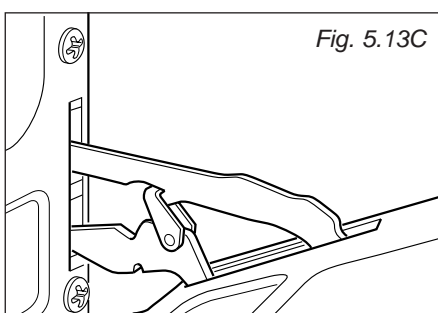

Fig. 5.13C
- Cierre suavemente la puerta y retire los pernos de la bisagra inferior de su alojamiento (fig. 5.13C).